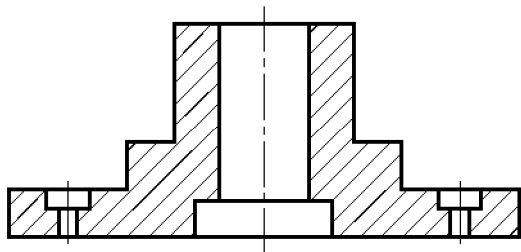

图 2-42 完成图案填充（绘制好剖面线）
6) 在“关闭”面板中单击“关闭图案填充创建”按钮, 完成图案填充的效果如图 2-42 所示。